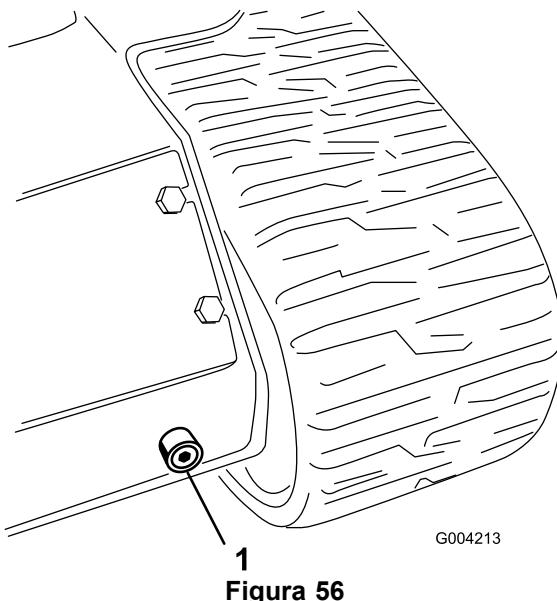

**Figura 55**
5. Retire el tapón y la varilla del depósito hidráulico (Figura 55).